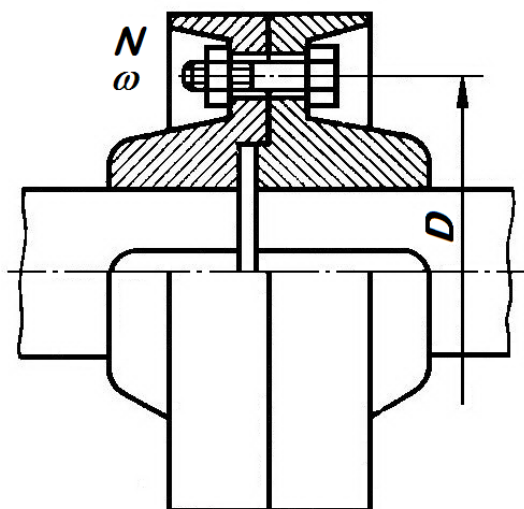

Рис. 8
1. Рассчитать болты дисковой муфты (рис. 8). Передаваемая муфтой мощность  $N$ , угловая скорость муфты  $\omega$ , диаметр окружности центров болтов  $D$  и число болтов  $z$  приведены в табл. 7. Материал половин муфты – чугун. Задачу решить в двух вариантах: 1) болты поставлены в отверстия с зазором; 2) болты точно пригнаны к отверстиям.